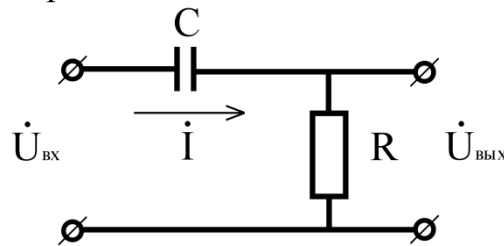

Рис.2.1
Схема фильтра верхних частот приведена на рис.2.1. Здесь выходное напряжение снимается с сопротивления R .
Если выходное напряжение при этом снимается с сопротивления R , то $U_{\text{вых}}(t) = Ri(t) = RC \frac{dU_{\text{вх}}(t)}{dt}$, что говорит о том, что данная цепочка дифференцирует входной сигнал. Саму цепочку рис.2.1 можно в этом случае назвать дифференцирующей.
- 1) На лабораторном макете собрать схему ФВЧ (рис.2.1).